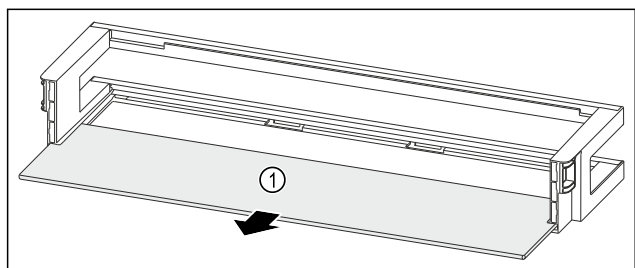

Fig. 235 Dveřní přihrádka s odkládací plochou
- Odkládací plochu Fig. 235 (1) odeberte.